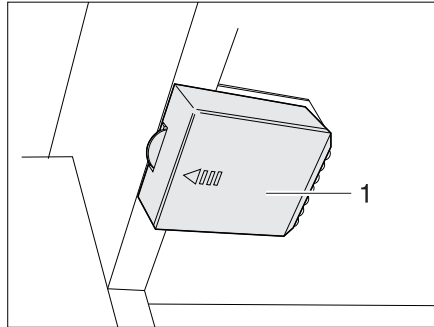

Fig. 264 Eclairage de la penderie avec DEL, compartiment à piles fermé
- Pousser le couvercle (Fig. 264,2) dans la direction de la flèche.